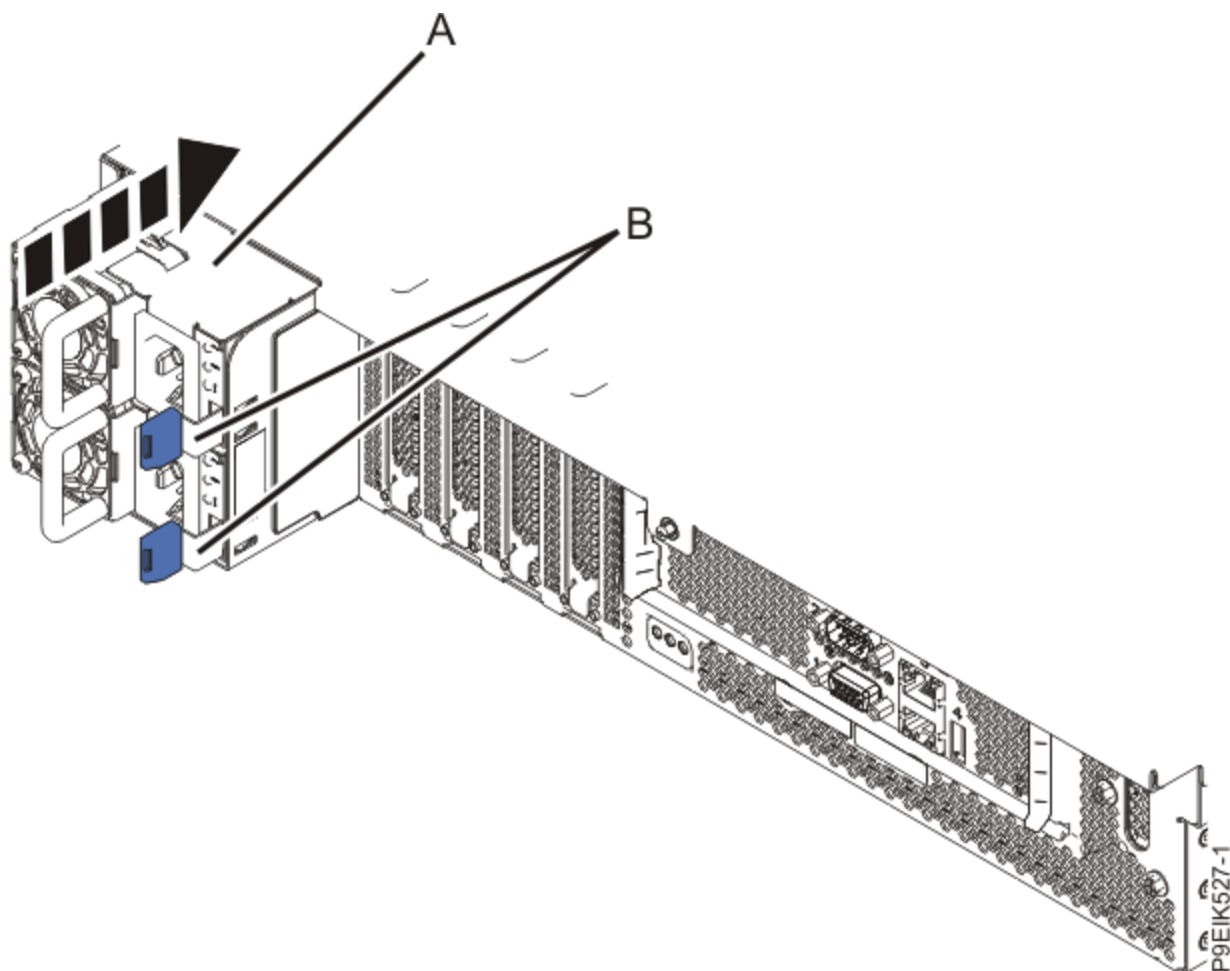

図 34. システムの電源装置の取り替え
2. 51 ページの図 34 に示すように、電源装置を再取り付けします。